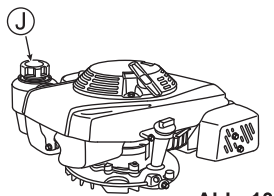

Abb. 10
1. Öffnen Sie den Kraftstofftankdeckel (J) und füllen Sie Benzin ein. Wischen Sie etwaig verschüttetes Benzin umgehend mit einem Lappen auf. (Siehe Abb. 10)
2. Schließen Sie den Kraftstofftankdeckel (J) nach dem Betanken ordentlich.